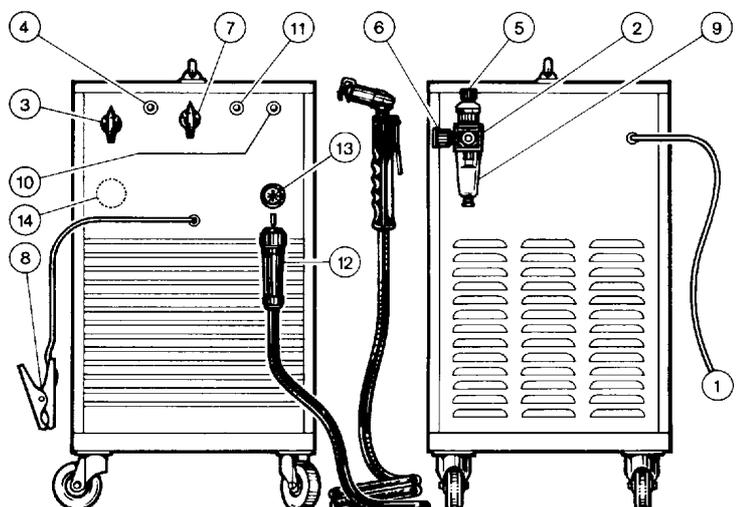

fig.2
Neumática: ubicada sobre la alimentación de la antorcha para evitar que la presión del aire sea insuficiente y evidenciada por la lámpara (11) (fig. 2).
Eléctrica: ubicada sobre el cuerpo antorcha 1) para evitar que haya tensiones peligrosas durante la sustitución del inyector, del difusor o del electrodo; 2) (sólo versión 90 A) que manda en bloque la máquina cuando el electrodo alcanza un estado de desgaste tal que debe ser sustituido. Esta segunda función es evidenciada por el encendido de la lámpara (10) (fig. 2).
(Fig.2) Montar la antorcha sobre la máquina atornillando a fondo la virola del adaptador (12) sobre el empalme fijo (13) para evitar que pérdidas de aire de este empalme puedan perjudicar o dañar el funcionamiento de la antorcha. Tener mucho cuidado a no magullar el perno porta-corriente o a no plegar los pasadores del adaptador (12); un magullazo sobre el perno impide su desconexión, una vez montado, del empalme fijo (13); un pasador plegado impide una buena fijación del adaptador (12) sobre el empalme fijo 13 e impide a la máquina de funcionar.
Accionar el equipo actuando sobre el interruptor de red (3) (fig.2); esta operación es evidenciada por el encendido de la lámpara (4).
En la versión 90 A en caso que no se halla efectuado la sustitución del electrodo el equipo se bloquea (se enciende la lámpara espía (10) fig 2). Para restablecerlo es necesario apagar el equipo sustituir el electrodo, el inyector y accionarlo nuevamente actuando sobre la manivela (3) (fig 2).